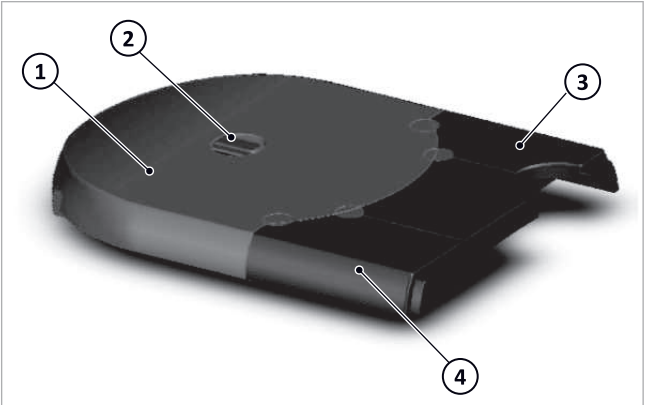
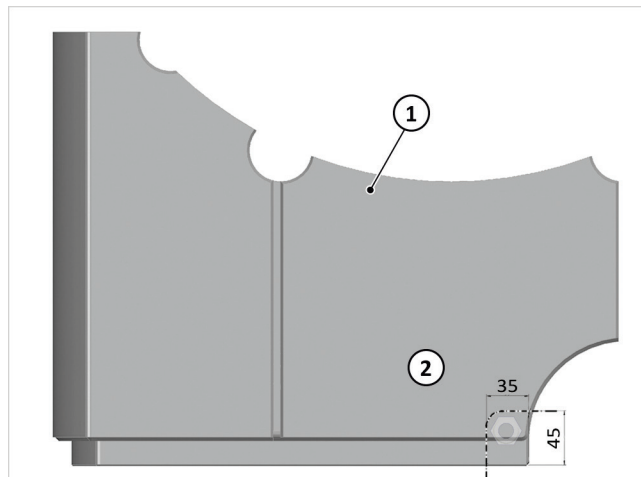

Fig. 123: Aislamiento superior de SolvisBen
Fig. 127: En caso necesario, corte y separe el paso de la tubería de gas
1. Retire hacia arriba el aislamiento superior de la estación de agua caliente sanitaria → fig. 123 (4) y de la estación de circuito de calefacción → fig. 123 (3).
2. Agarre el aislamiento del recipiente → fig. 123 (1) y con una cuchilla afilada separe con cuidado los cuatro
4. Coloque el aislamiento del recipiente superior → fig. 123 (1) en el recipiente.
- en los laterales izquierdo y derecho (1)
- en la parte central posterior (2)
- en la parte central anterior (3)
6. Coloque el aislamiento superior de la estación de circuito de calefacción → fig. 123 (3).
7. Al instalar el conducto de gas hacia arriba, corte y separe el aislamiento superior de la estación de agua caliente sanitaria (1, véase también → fig. 123 [4]) antes de colocarlo según → fig. 127 (o la plantilla adjunta).
1. Coloque todo el aislamiento superior montado → fig. 123 (1+2+3+4) en el recipiente.